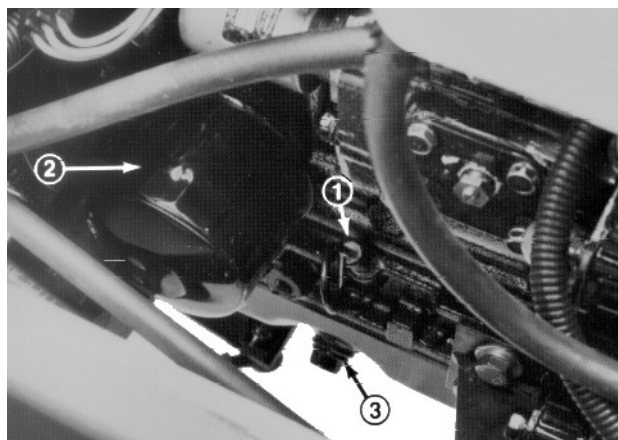

Fig. 1
3. Tag målepinden op og tør den af med en ren klud. Stik den så helt ned i røret, og sørg for at den er helt nede. Tag målepinden op igen og kontrollér oliestanden (Fig. 1). Hvis oliestanden er lav, skal der hældes nok olie på, indtil olien står op til FULD (FULL) mærket på målepinden. Fyld ikke for meget på (Fig. 2).